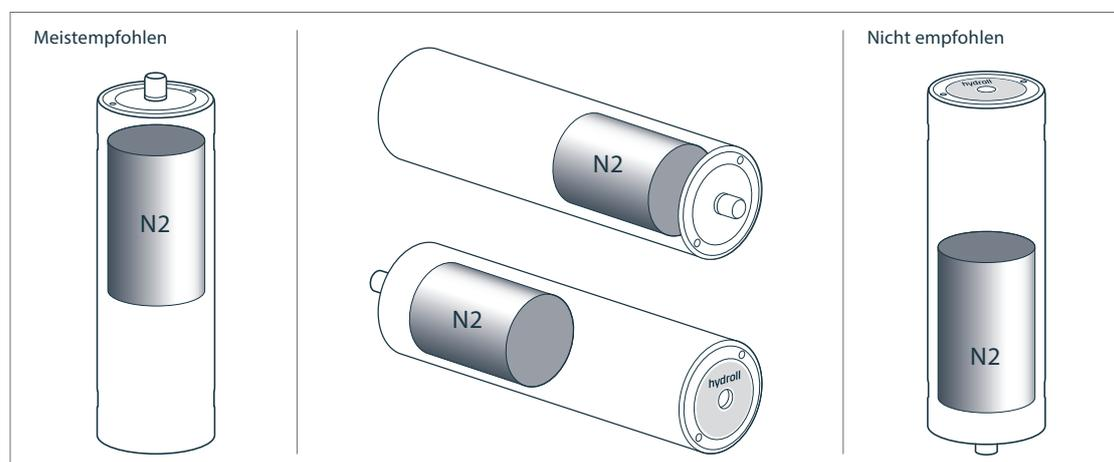

ABBILDUNG 5.2
6. Wo möglich, den Druckspeicher in aufrechter Position mit der Gas-Seite nach obenweisend anbringen. Dadurch wird die größtmögliche Lebensdauer sichergestellt. Andere Positionen sind ebenfalls zulässig, da der Kolbendruckspeicher-Aufbau ungeachtet der Position eine Funktion ermöglicht. Siehe Abbildung 5.2.